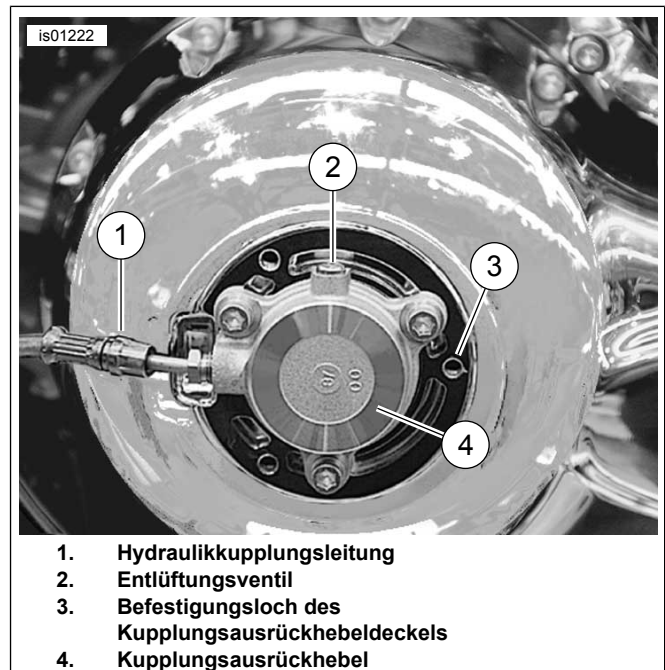

Abbildung 5. Kupplungsaustrückhebel (Ausrückhebeldeckel entfernt)
1. Siehe **Abbildung 5**. **Für V-Rod- Modelle**, Am Kupplungsentlüftungsventil (2) die 3 Schrauben und den Kupplungsaustrückhebel entfernen.